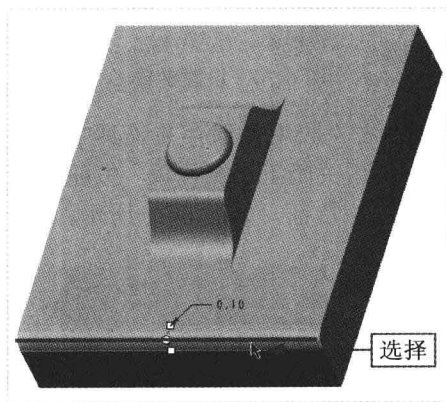

图 6-68 选择倒圆角边线
Step 02 在“功能区”选项板的“模型”选项卡中,单击“工程”面板中的“倒圆角”按钮,弹出“倒圆角”选项卡,在绘图区选择要进行倒圆角的边线,如图 6-68 所示。